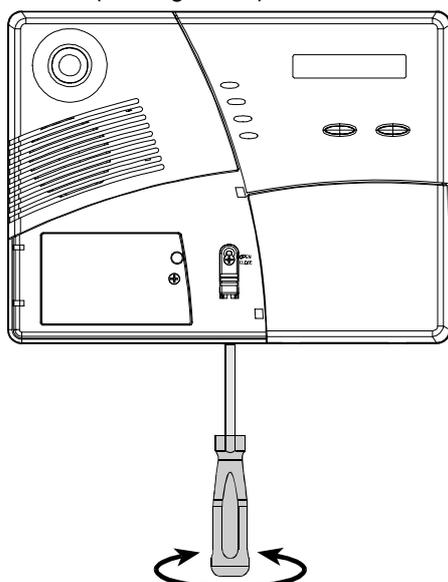

Figure 30. Dégager le Loquet
- Insérer un grand tournevis plat dans le trou situé en bas du boîtier (voir Figure 30).